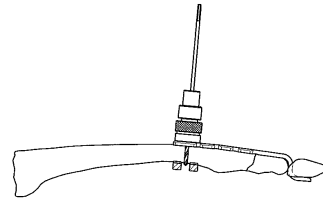

図 2
- 2) 鉗子のドリルガイドに沿って 2.5 ドリルにてドリル先端が対側皮質から 2mm 程突出するまでドリリングします (図 2)。